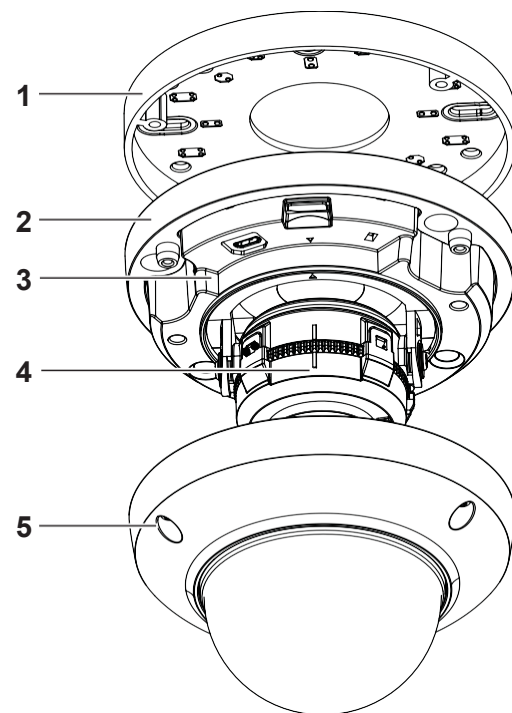

Abbildung 1
Kamerateile: Abbildung 1
4. Entfernen Sie die drei Schrauben des Dome-Deckels (5) (Abbildung 1) und entfernen Sie den Dome-Deckel von der Kamerabasis.
- a. durch die seitliche Öffnung für Kabel auf der Kamerabasis (2) (Abbildung 1)
- b. durch die Kabelöffnung in der Montageplatte (1) (Abbildung 1).
6. Geben Sie die Kamerabasis (2) (Abbildung 1) auf die Kamera-Montageplatte (1) (Abbildung 1) und stellen Sie sicher, dass sich die drei Bohrungen in der Kamerabasis an den drei Bohrungen der Montageplatte ausrichten.
9. Decken Sie das Kameragehäuse mit dem Dome-Deckel (5) (Abbildung 1) ab und bringen Sie die Kuppel mit den drei Schrauben an die Kamera an.